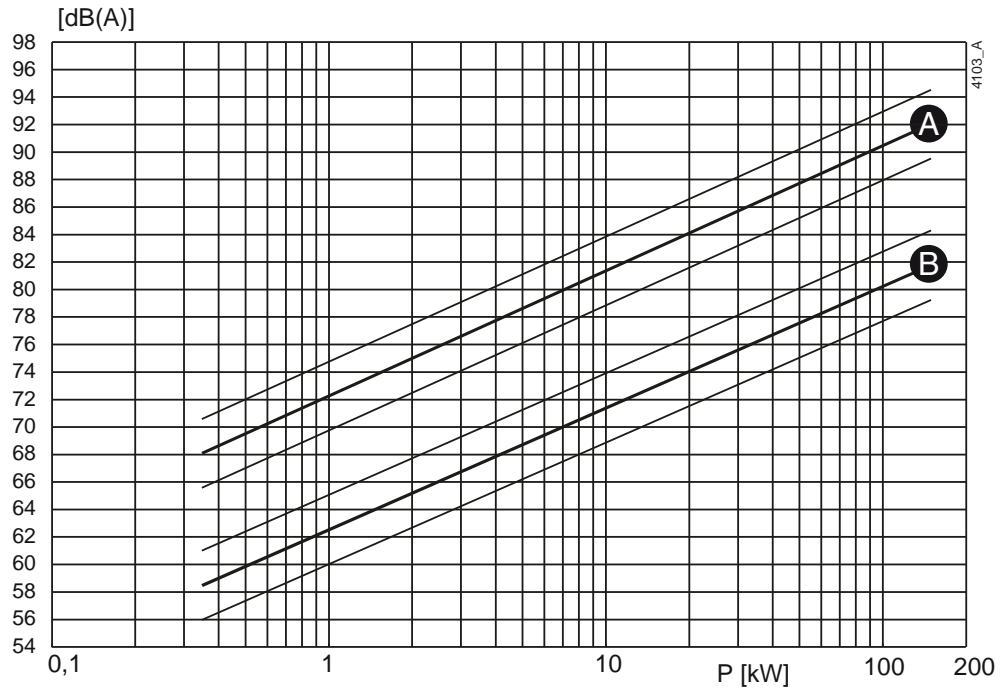
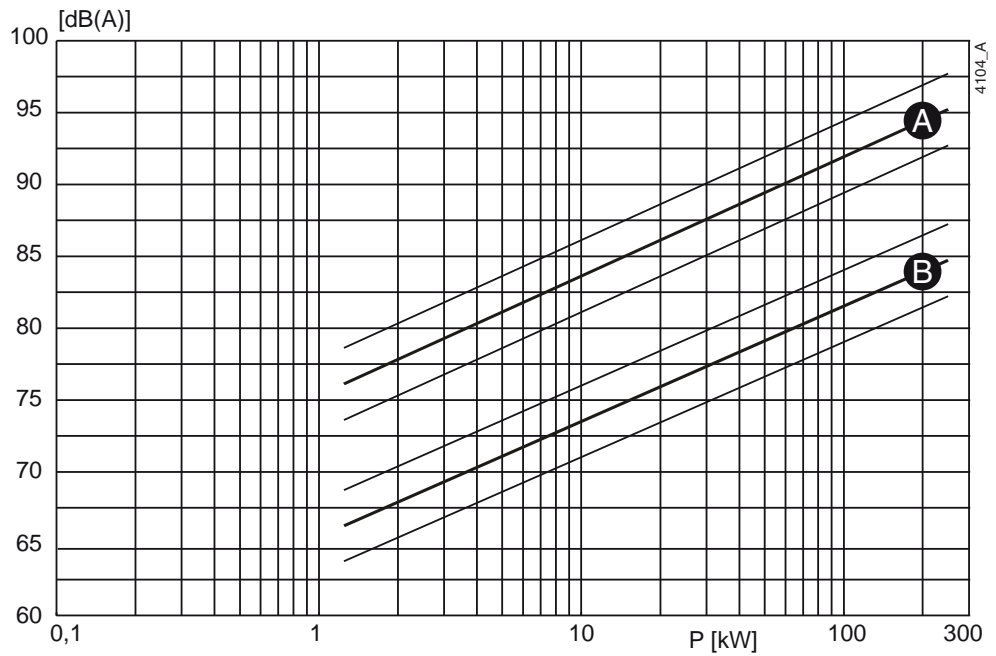

图 10:  $1450 \text{ min}^{-1}$  时噪声级与泵功率 [kW] 之间关系
图 11:  $2900 \text{ min}^{-1}$  时噪声级与泵功率 [kW] 之间关系
- 1 确定泵的噪声级 (L1)，请参阅 图 10 或 图 11。